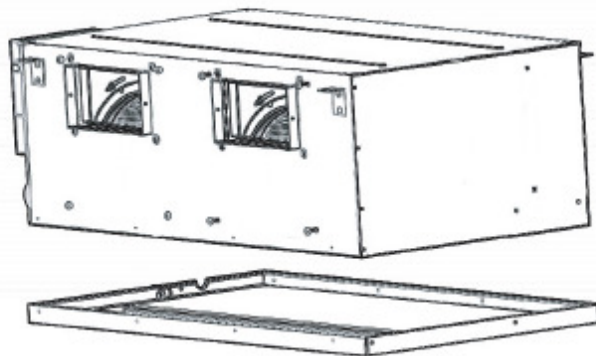

Fig.9-11
- 6) Doua persoane ridica baza aparatului de aer conditionat, o imping orizontal si acopera aparatul de aer conditionat. (Fig.9-11)